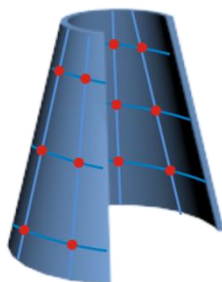

Рисунок 74. Конус
- **Конус.** Для измерения необходимо от **семи** различных точек расположенных не в одной плоскости. Рекомендуется выбирать *минимум* четыре точки в одном три в другом наиболее удаленно от первого сечения. Восстановленный элемент – часть конуса включающая в себя измеренные точки (см. **Рисунок 74**).